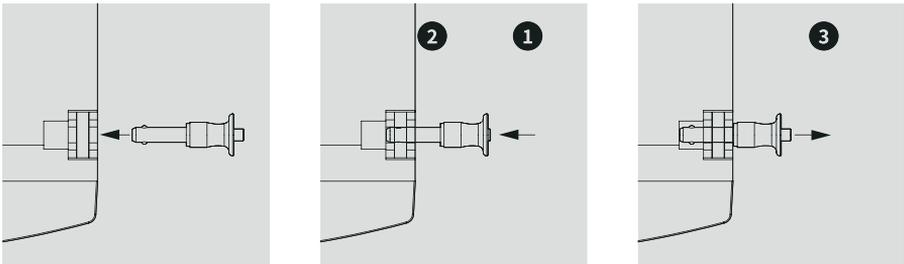

图 6. M-FXA 系列产品中安全插销的操作过程
- 安全插销:6 mm 不锈钢球形锁定销,用于在各音箱之间进行安全锁定,具体操作步骤如前文图6所示。